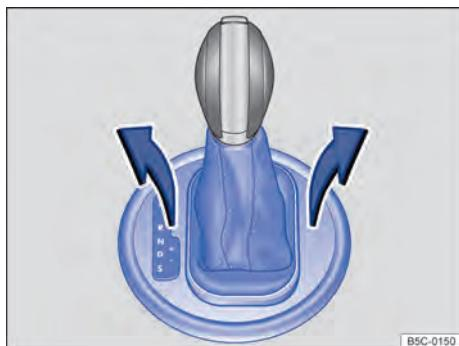

Fig. 164 Desmontar a cobertura do quadro da alavanca seletora.
- Puxar para cima a cobertura na área da capa da alavanca seletora \Rightarrow Fig. 164.